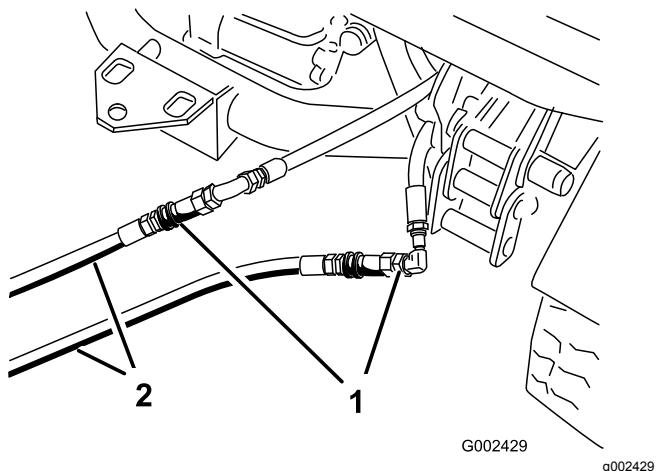

Рисунок 84
3. На неисправном автомобиле подсоедините два шланга-перемычки к шлангам, которые были отсоединенны (Рисунок 84).